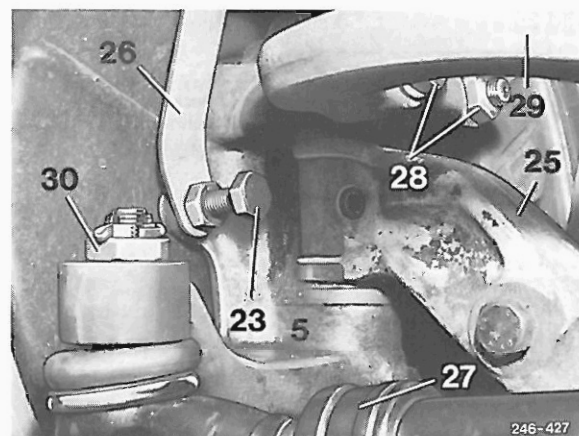

Bild 271
- 16 Lenkrad nach links und rechts bis an den Endanschlag drehen und prüfen, ob die Anschlagsschraube (23) im Endanschlag am Achskörper (25) anliegt (Bild 271).